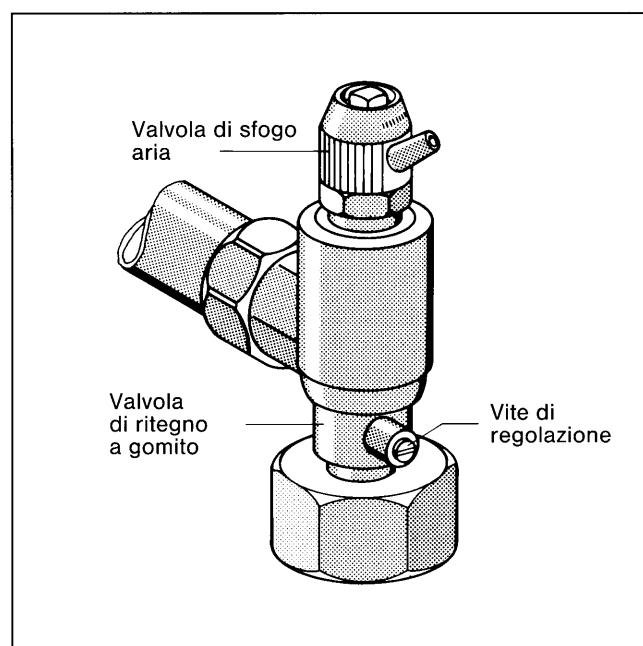

Fig. 8
- Durante l'operazione di riempimento, mettere in posizione verticale il taglio della vite di regolazione che si trova alla valvola di ritegno a gomito (Serranda aperta – Fig. 8).
- Aprire la valvola di sfogo aria (Fig. 8).
- Dopo l'operazione di riempimento, rimettere in posizione orizzontale il taglio della vite di regolazione (stato di esercizio) e chiudere la valvola di sfogo aria (Fig. 8).